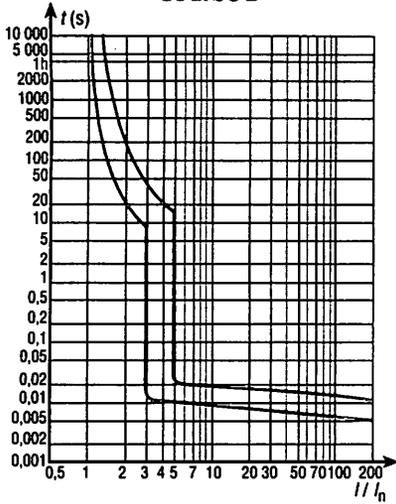

Fig. 10 : Courbe B : $3 I_n < I_m \leq 5 I_n$ (remplace la courbe L).
a) Courbe B (remplace la courbe L) (fig. 10)